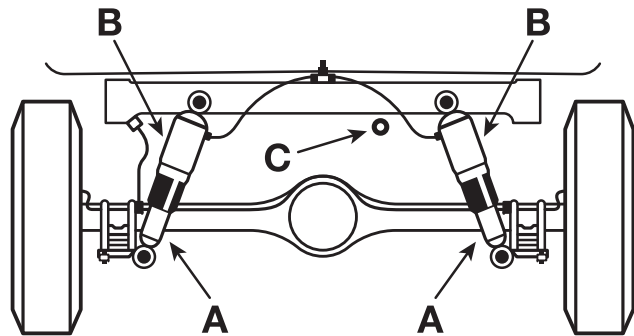

FIGURE 2: Assembled Components
- 5) (FIG. 2) The fill valve (D) may be located at the owner's discretion. Select a location that will protect it from damage and allow clearance for inflating with an air hose.
- 6) (FIG. 2) Drill a 5/16" (8mm) diameter hole for mounting the fill valve (D). Install the fill valve into the hole using the nut (F) and dust cap (G) supplied. Tighten lightly as this component is plastic material.
- 5) (FIG. 2) La válvula de llenado (D) se puede colocar según los deseos del propietario. Seleccione un lugar para que quede protegida contra cualquier daño y permita suficiente espacio al inflarla con una manguera de aire.
- 6) (FIG. 2) Taladre un agujero de 5/16 de pulgadas (8 mm) en diámetro para montar la válvula de llenado (D). Instale la válvula de llenado en el agujero usando la tuerca (F) y la tapa protectora de polvo (G) suministradas. Apriételas ligeramente ya que este componente es de material de plástico.
- 5) (FIG. 2) La soupape de remplissage (D) peut être situé à la discrétion du propriétaire. Sélectionnez un emplacement qui la protégera des dommages
- 6) (FIG. 2) Percez un trou de 8mm (5/16 po) de diamètre pour fixer la soupape de remplissage (D). Install ez la soupape de remplissage dans le trou à l’aide de l’écrou (F) et du capuchon pare-poussière (G) fournis. Ne serrez pas trop car cette pièce est fabriquée de plastique.